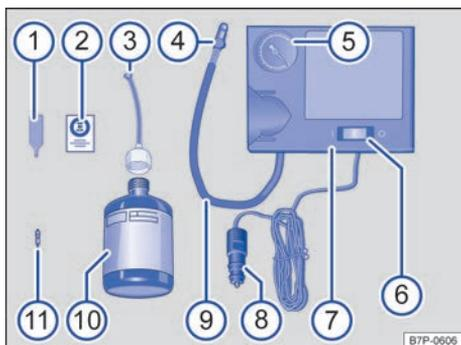

Fig. 272 Representación esquemática: componentes del kit reparapinchazos (variante 2).
- Enrosque fijamente el tubo de inflado → fig. 272 ⑨ del compresor de aire en la válvula del neumático.
- Enchufe el conector de 12 voltios → fig. 272 ⑧ del compresor de aire a una toma de corriente de 12 voltios del vehículo → pág. 184.
- Encienda el compresor de aire con el conmutador de encendido y apagado → fig. 272 ⑥.